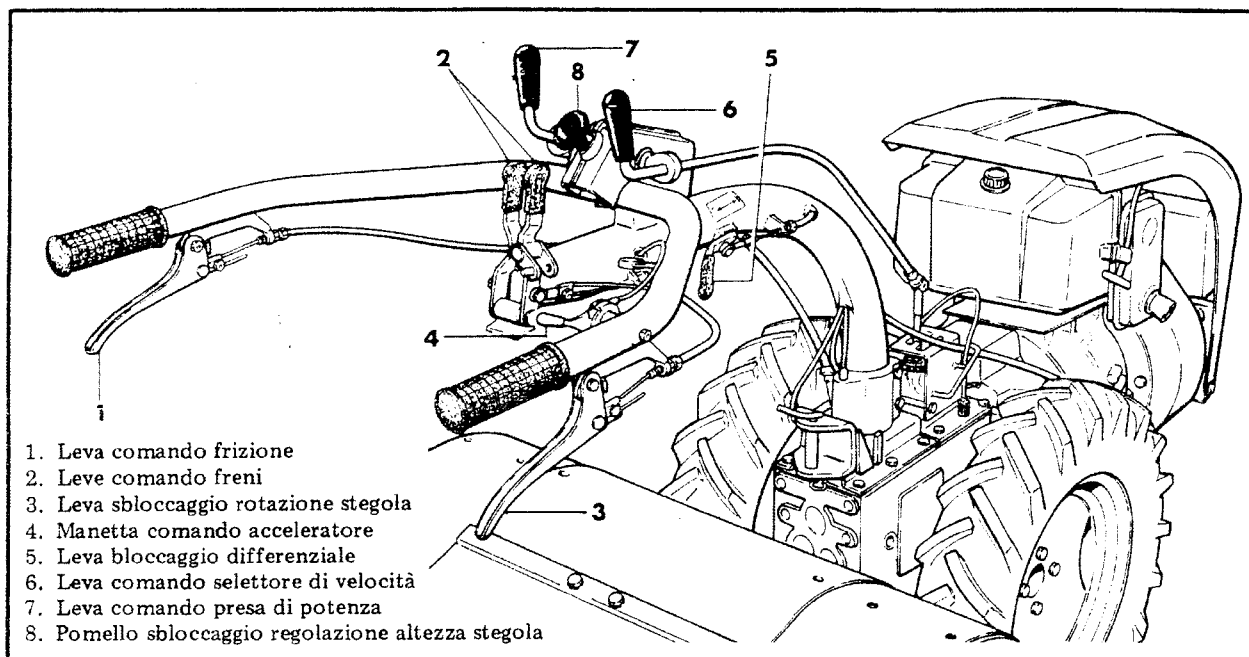

Fig. 3 — Comandi del motocoltivatore
3. LEVA SBLOCCAGGIO ROTAZIONE STEGOLA: tirando questa leva si può orientare la stegola in quattro posizioni differenti. Quando si sposta la stegola, accertare sempre che il piolo di bloccaggio entri in uno dei fori esistenti nella piastra di supporto (9, fig. 3).
1. Disinnestare la frizione tirando l'apposita leva (1, fig. 3).
4. Regolare la posizione della manetta comando acceleratore (4, fig. 3) in modo che la marcia avvenga regolarmente e senza fumo allo scarico.
3. Innestare la presa di potenza in I o in II tirando la leva verso l'operatore oppure spingendo (7, fig. 3).
(3, fig. 3)